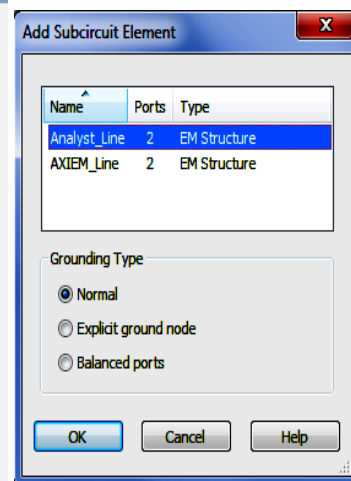

Рис. 47
- При активном окне топологии EM структуры **PCB** выберите в меню **Draw>Add Subcircuit**. В открывшемся окне **Add Subcircuit** (рис. 47) щёлкните по **Analyst_Line** и затем нажмите **OK**.